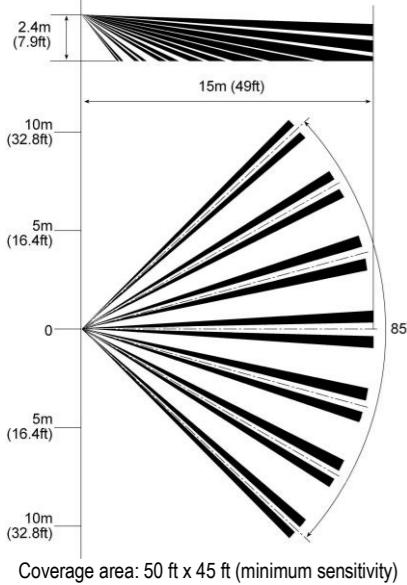

Fig 4A Lens Pattern I Patrón de la lente I Portée de la lentille I Area di rilevazione I Charakterystyka detekcji
Choose a location most likely to intercept an intruder. See detection pattern (Fig. 4A). The Quad high quality sensor detects motion crossing the beam; it is less sensitive detecting motion towards the detector. The LC-100-PI / LC-120-PI perform best when provided with a constant and stable environment.
8. Connect wire to terminal block. (Fig. 4A)
NOTE: The "SENS" potentiometer may need to be adjusted to the Maximum position in order to achieve maximum area of coverage as indicated in Fig. 4A.
Escoja una ubicación en la que estime más probable la intercepción de un intruso. Véase el patrón de detección (Fig. 4A). El detector Quad de alta calidad detecta el movimiento que cruza el haz, y es menos sensible en la detección del movimiento hacia el propio detector. El LC-100-PI / LC-120-PI presenta un comportamiento óptimo en un entorno constante y estable. Evite los siguientes emplazamientos:
8. Conectar los cables en los bloques de terminales. (Fig. 4A)